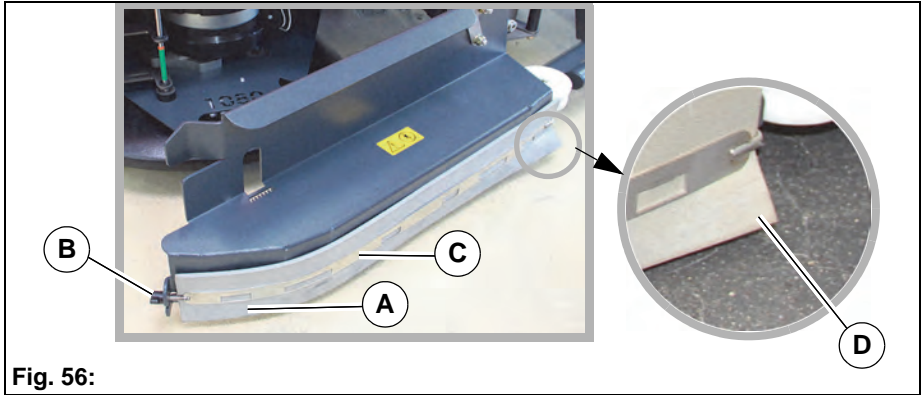

Fig. 56:
Kontroller avstrykergummi **Fig. 56-A** ukentlig for slitasje, eventuelt skru eller skift ut avstrykergummi.
1. Løsne vingemutter **Fig. 56-B**.
2. Fjern spennbånd **Fig. 56-C**. Drei avstrykergummien (kan brukes 4-dobbelt) eller skift den.
Ved montering se til at hjørnet til avstrykergummien peker utover **Fig. 56-D**, slik at avstrykergummien i løpet av arbeidet legges om utover.